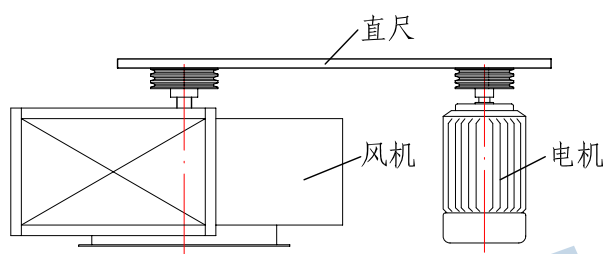
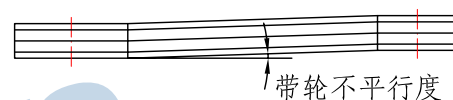

图1
图2
- ①轴承座安装螺栓及轴承内圈的止动螺钉必须紧固。
- ②风机运行时，若轴承的温升过高，应停机查明原因。一般轴承座的表面温度小于70℃或温升不超过40℃（即不高于环境温度加40℃）的情况均属正常。耐热轴承允许温升更高。
- ③轴承出厂时已经加注了足够的润滑脂，使用时只需定期补充，补充间隙时间一般建议在洁净环境下每1年补充一次，粉尘环境下每4个月补充一次。补充的润滑脂应和初期填充的润滑脂相同，避免不同种类的润滑脂混合使用。使用的润滑脂种类为锂基润滑脂，润滑脂的牌号为Shell Gadus S2 V220。
- ④润滑脂填充量应为轴承内部空间容积1/3左右，过多会对轴承运行带来不利影响。添加润滑脂时，应一边用手转动主轴一边均匀、缓慢地注入。
- ①安装带轮时，必须进行主轴带轮和电机带轮之间的找正。如（图1）所示，把直尺置于两个带轮的外侧端面上，将两轮端面调整到在同一平面上为止。带轮的不平行度应控制在 $1/3^\circ$ 以内（图2）。